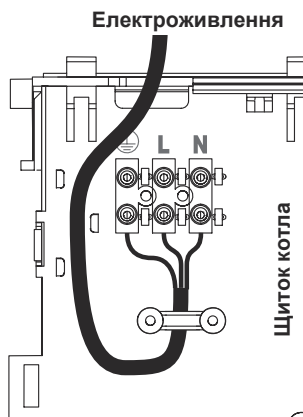

Рисунок 5.20
- Підключіть кабель електроживлення до багатопозиційного перемикача, дотримуючись відповідності лінії живлення (коричневий дріт) і нульової лінії (синій дріт), Рисунок 5.20.